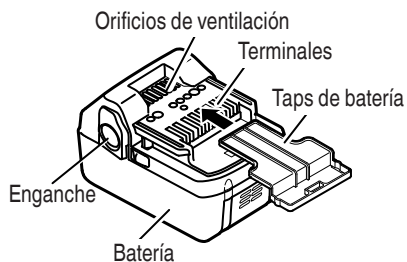

Fig. 2
- Instale el paquete de baterías en la herramienta eléctrica o almacénelo presionando la tapa de baterías hasta que se oculten los orificios de ventilación para evitar cortacircuitos. (Ver Fig. 2).